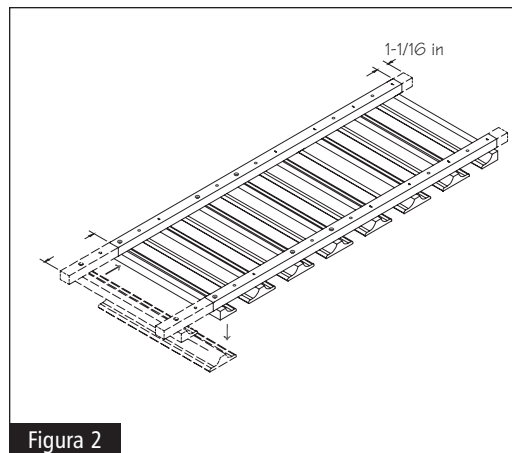

Figura 2
- 1** Coloque el soporte invertido para copas en una superficie plana con las tiras de montaje boca arriba. Usando el destornillador, retire los primeros dos rieles y coloque el primero (el más pequeño) en donde estaba el segundo. Marque con lápiz cada uno de los extremos de ambas tiras de montaje. Vea la figura 2.